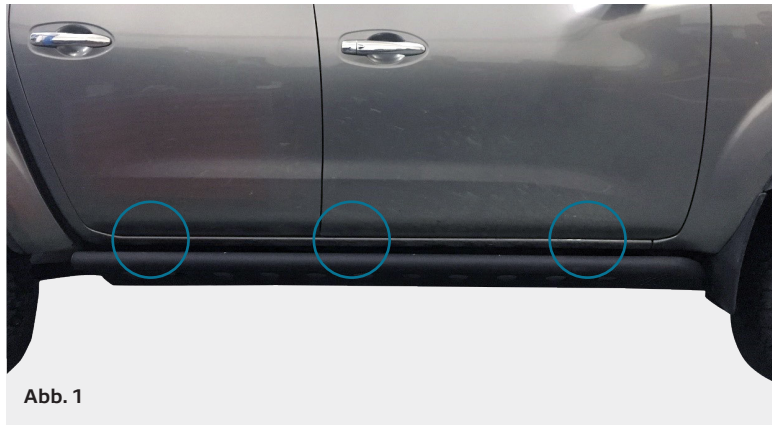

Abb. 1
- 1 Im ersten Schritt muss das originale Trittbrett demontiert werden. Dafür müssen die Schraubverbindungen, pro Seite je 6 Stück, gelöst werden. Die Schrauben / Muttern befinden sich an den markierten Positionen (Abb. 1), jeweils an der Unterseite des Fahrzeuges.
First, the original side step must be demounted. For this, you have to unscrew the 6 bolts/nuts per sidestep. The bolted connections are located at the marked positions (Abb. 1), on the underside of the vehicle.